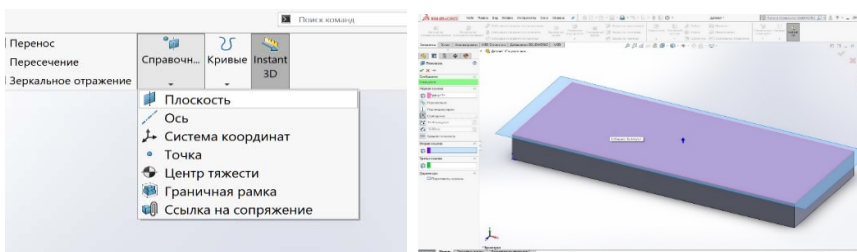

Рис. 2.2. Создание вспомогательной плоскости
1.2. Создать вспомогательную плоскость на поверхности детали (без смещения) (рис. 2.2).